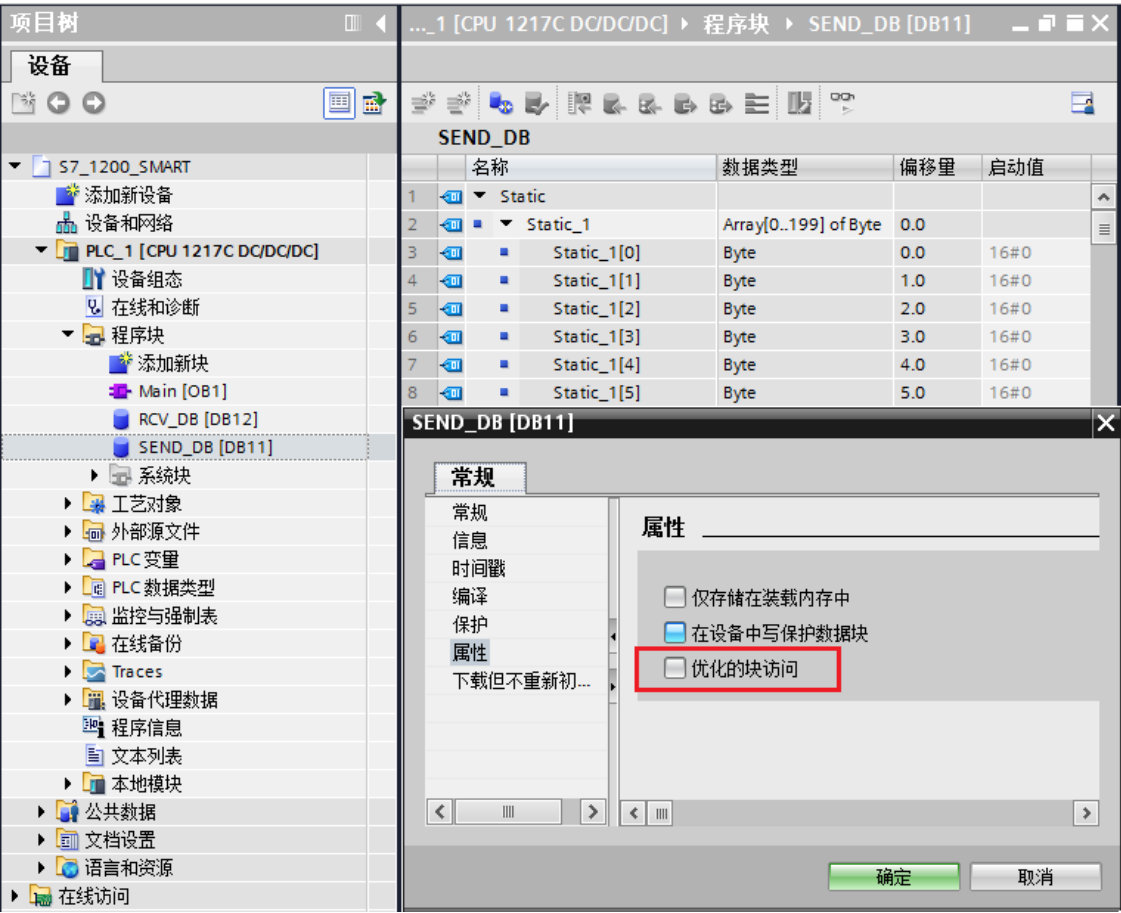

图4.创建发送数据块DB11
3.创建发送数据块DB11（接收区数据块DB12类似），数据块中定义200个字节的数组，数据块的属性中需要取消"优化的块访问"选项。如图4. 所示。